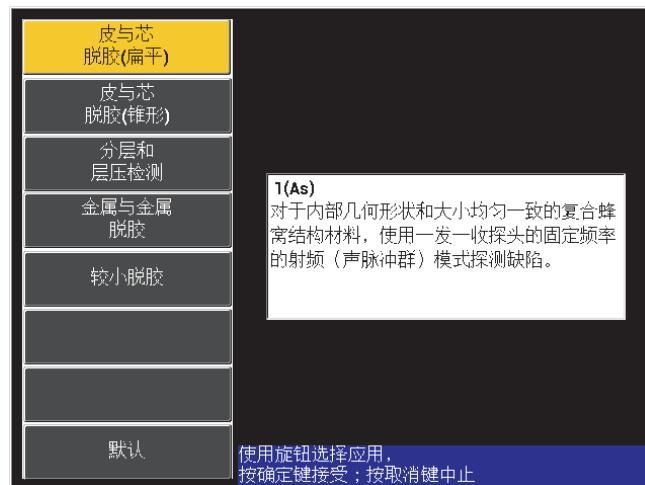

图 6-2 蒙皮与蜂窝芯脱粘 (扁平) 应用
3. 选择皮与芯脱胶 (扁平) 应用, 然后按确定键 (✓) 接受 (参见第 113 页的图 6-2)。